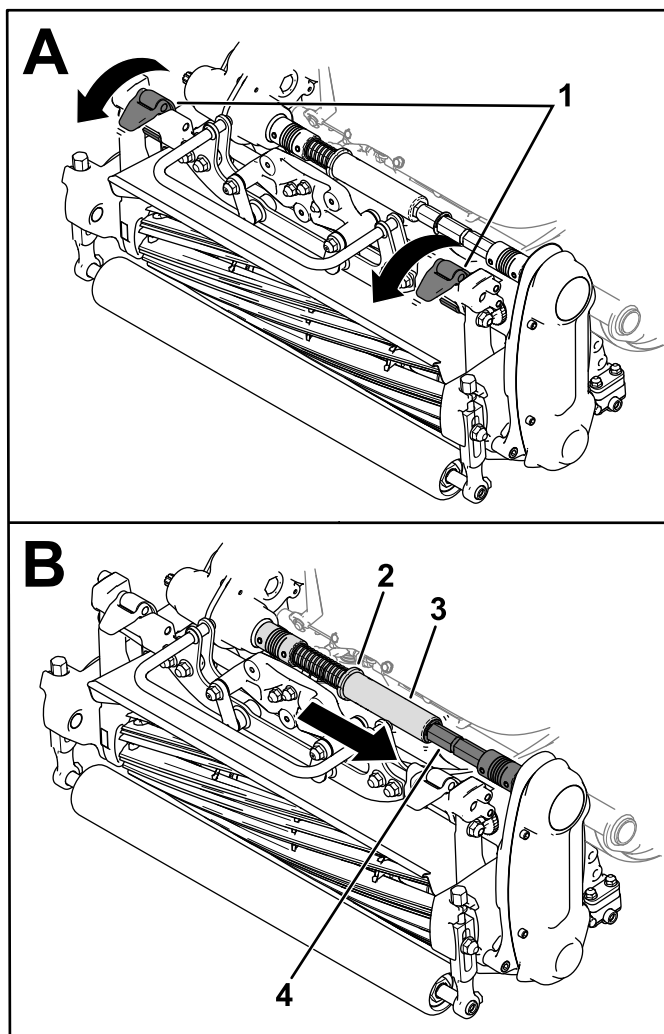

Figura 37
3. Abbassate i fermi delle sospensioni per fissare l'apparato di taglio alla macchina (Figura 37).
4. Estraiete il collare dalla scanalatura del giunto di accoppiamento della trasmissione e inserite il tubo esagonale nel giunto di trasmissione dell'apparato di taglio (Figura 37).